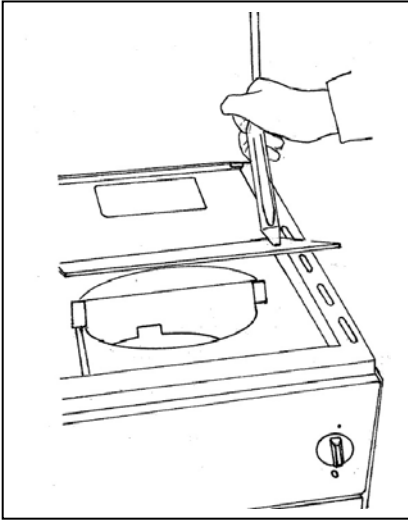

Bild 1
Vor der ersten Inbetriebnahme ist die Kochplatte (2) hochzuklappen und zu überprüfen, ob der Brennring richtig eingelegt ist (Bild 1 und 2).
- Nach Öffnen der Vortüre (8) und Abnehmen des Tankdeckels (5) kann der Öltank (6) befüllt werden.